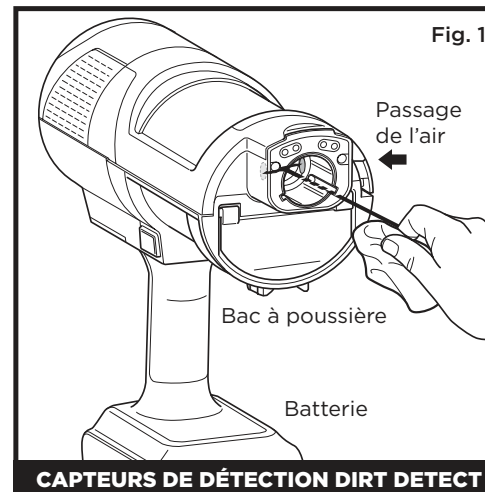
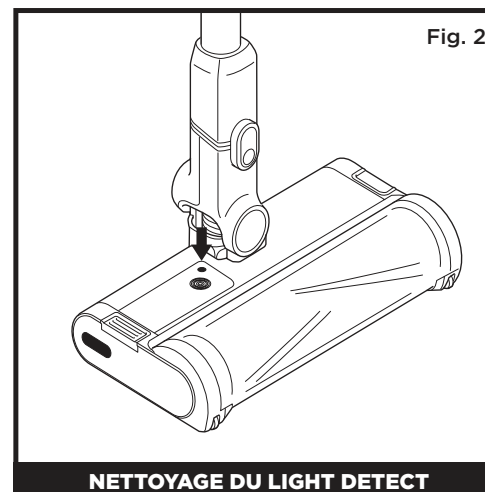

Fig. 1
Fig. 2
Nettoyage des capteurs (Fig. 1) :
2. Localisez le capteur DirtDetect à l'intérieur de la tête d'aspiration de l'aspirateur à main (Fig. 1), le capteur LightDetect sur la partie supérieure de la tête d'aspiration (Fig. 2), et le capteur EdgeDetect sur le côté de la tête d'aspiration (Fig. 3).